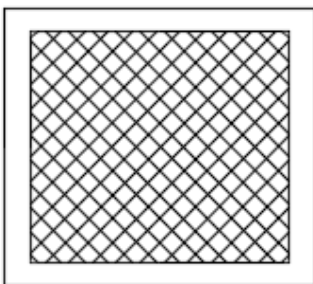

图 4-122 比例为 0.5 的效果
- ☆ 填充图案比例 ：设置填充图案的缩放比例。如图 4-122 和图 4-123 所示分别是比例为 0.5 和 2 的效果。